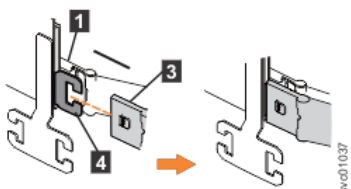

Рисунок 75. Установка внешнего коннектора верхней части кабельного кронштейна во внешний элемент направляющей
3. Установите внешний коннектор верхней части кабельного кронштейна (3) во внешний элемент левой направляющей (4 на Рисунок 75 на стр. 68).